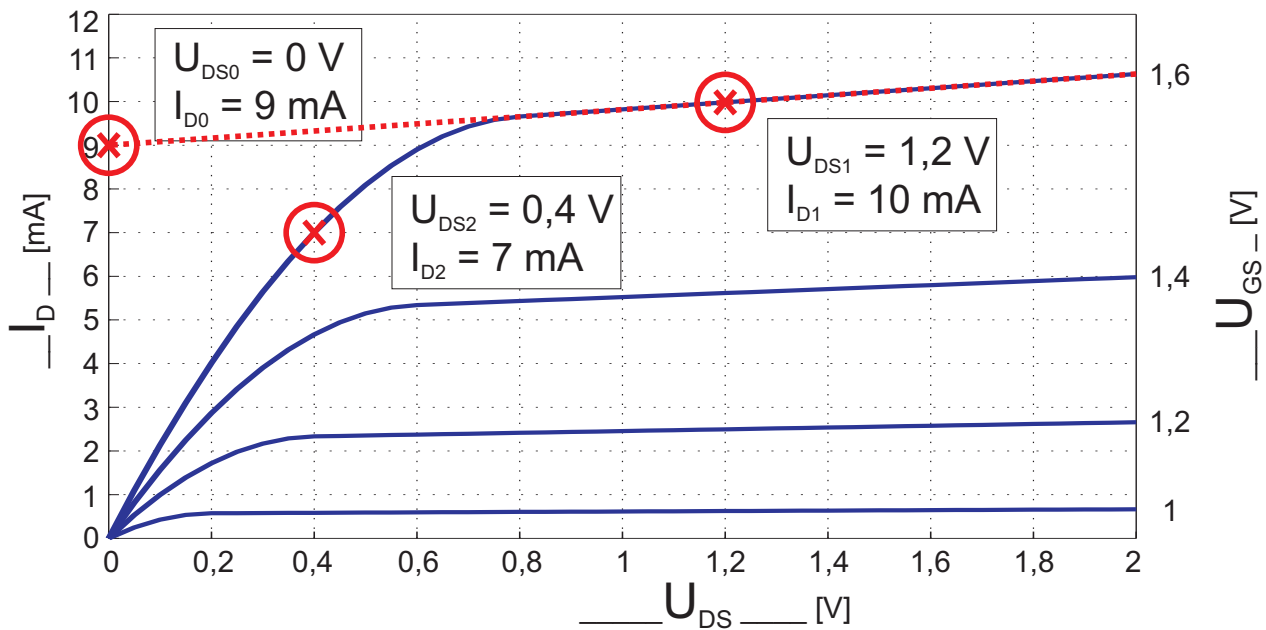

Abb. 4.1: Kennlinienfeld
4.1 Gegeben ist das Kennlinienfeld eines MOS-Transistors in Abb.4.1:
- siehe Abb. 4.1.